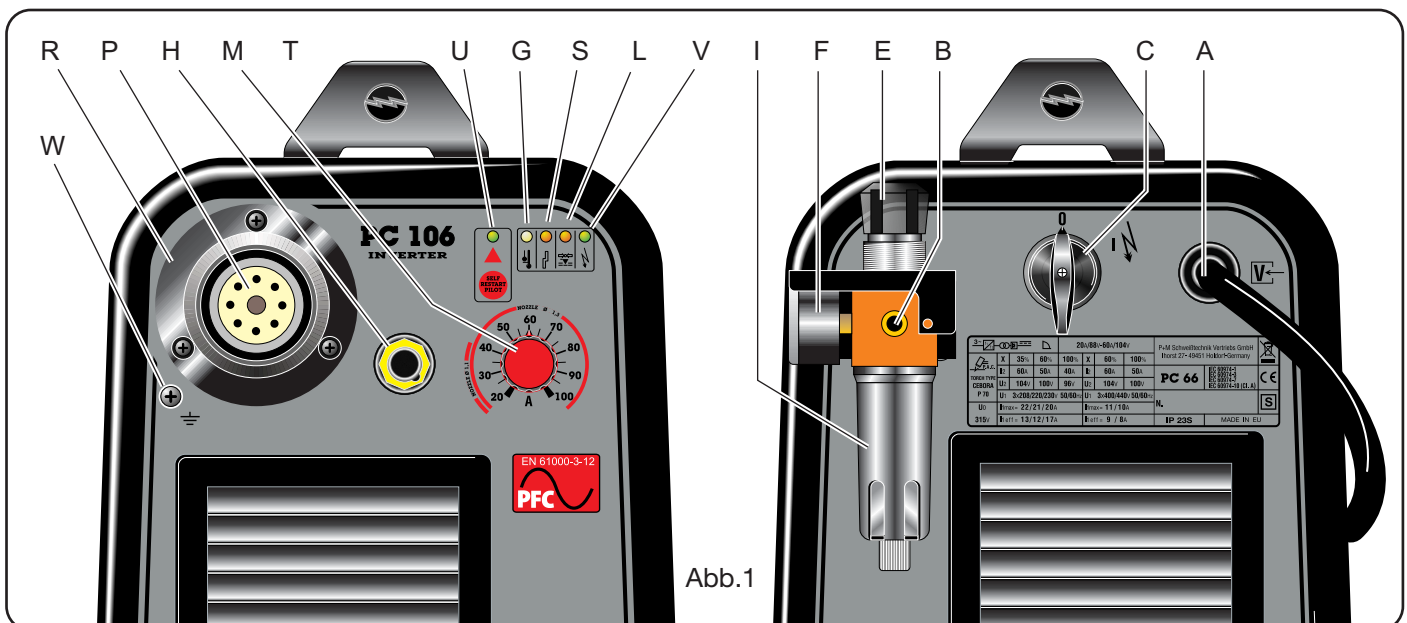

Abb.1
2.1 MONTAGE DES BRENNERS (Abb. 1)
1) Zur Vermeidung von Überlastung. Meldung durch ständiges Leuchten der LED **G** (siehe Abb. 1).
Er spricht bei zu geringem Luftdruck an. Meldung durch Aufleuchten der LED **L** (siehe Abb. 1).